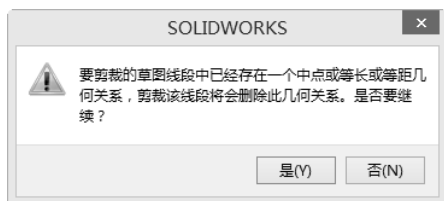
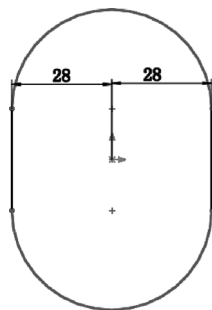

图 10-81 系统提示
图 10-82 裁剪草图
**04** 裁剪草图。选择菜单栏中的“工具”→“草图工具”→“剪裁”命令，或单击“草图”控制面板中“剪裁实体”按钮，弹出“剪裁”属性管理器，单击“剪裁到最近端”按钮进行草图裁剪；当裁剪水平边线时，系统弹出如图 10-81 所示的系统提示，说明裁剪此边线将删除相应的几何关系，单击“是”按钮，将其剪裁，结果如图 10-82 所示。
**05** 添加几何关系。在图 10-82 所示的草图中，圆弧没有被完全定义。可以选择菜单栏中的“工具”→“几何关系”→“添加”命令，或单击“显示/删除几何关系”下拉列表中的“添加几何关系”按钮，弹出“添加几何关系”属性管理器；选择两个圆弧，单击“固定”按钮，将圆弧固定，从而完全定义，圆弧颜色变为黑色。